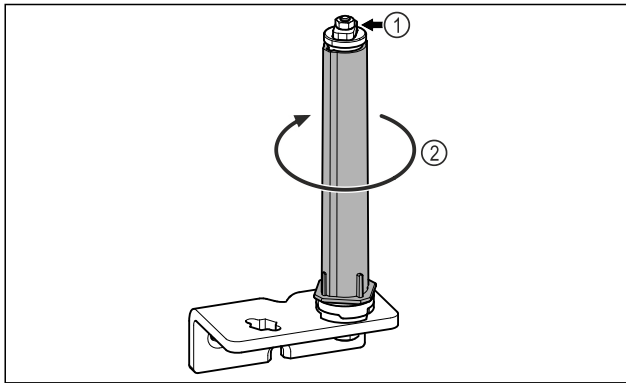

Fig. 29
► Nu dezasamblați sistemul de închidere al ușii Fig. 29 [1].
- Rotiți Fig. 29 (2) sistemul de închidere, până când face clic.